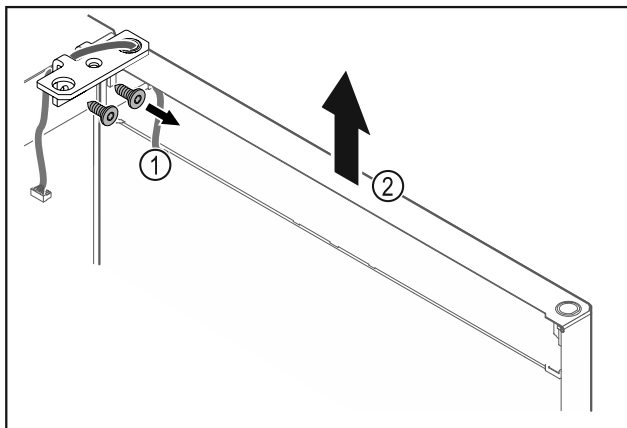

Fig. 18
- Odšroubujte úhelník závěsu Fig. 18 (1).
- Zvedněte dvířka včetně úhelníku závěsu Fig. 18 (2) přibližně 200 mm rovně směrem nahoru a vyjměte je.